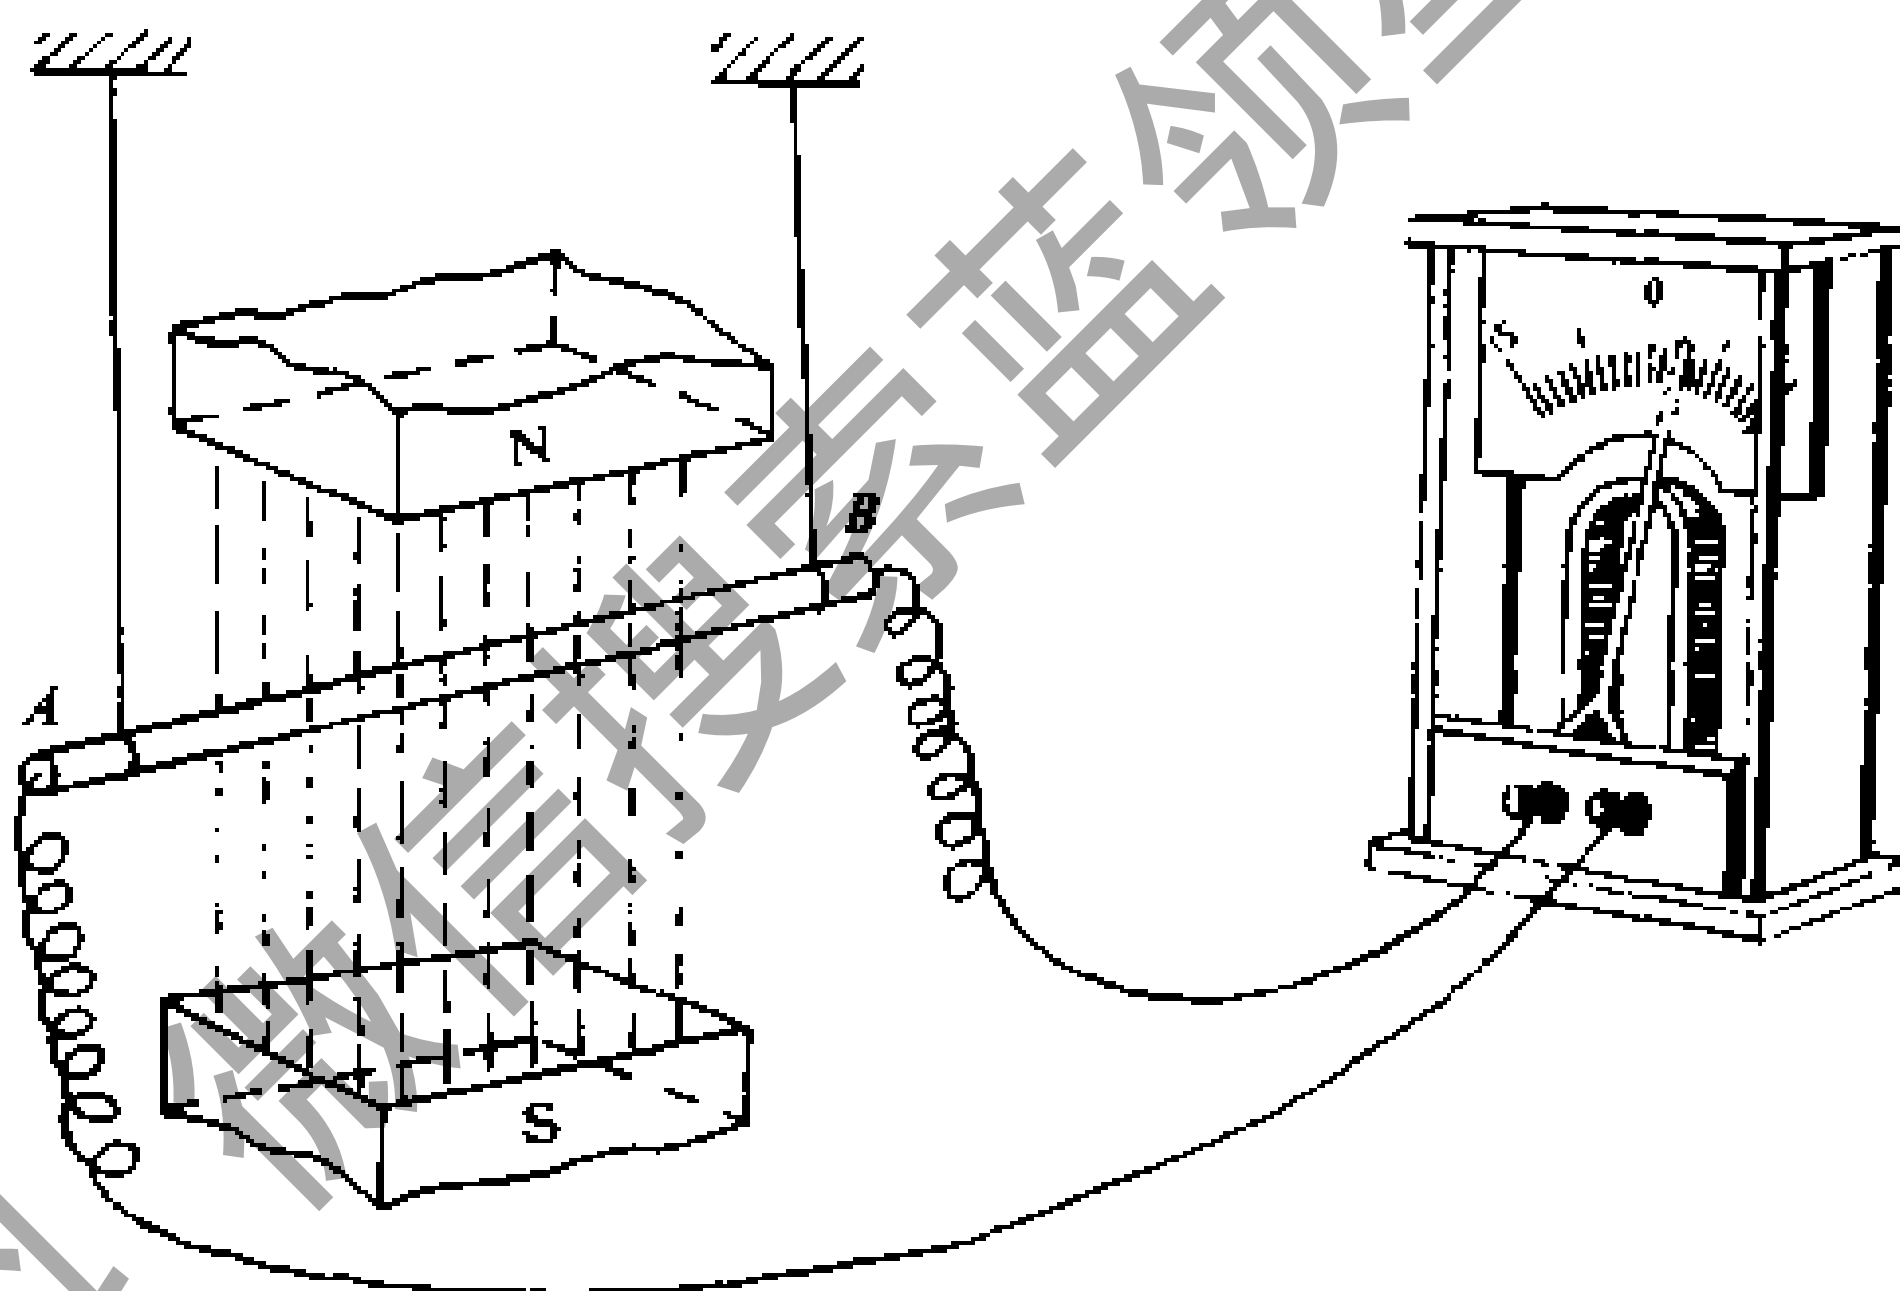

图 1-55 导体中的感应电势
(1) 产生感应电势的条件：如图 1-55 所示，在磁极间垂直于磁力线的方向放置一根导体  $AB$ ，导体两端连接一个灵敏电流计，形成一个闭合回路，导体  $AB$  在外力作用下向不同方向运动。若导体两端产生感应电势，即闭合回路中有电流通过，则电流计指针发生偏转；否则，指针不偏转。